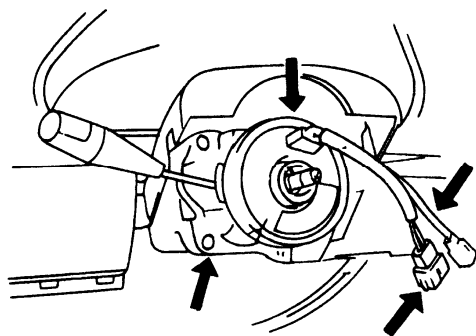

图 10-39 接触线圈和组合开关总成的检查
(4)检查接触线圈和组合开关总成电线束和连接器是否损坏及其松紧程度,见图 10-39,检查接触线圈盒是否损坏。若发现任何异常,都应更换。